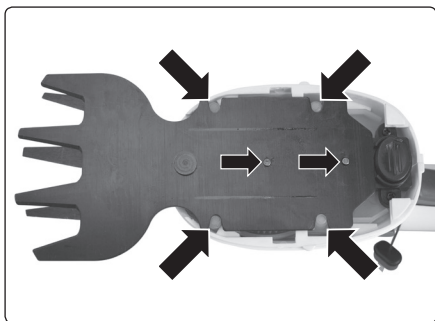

Abb. 4
1. **Stecken Sie den Schneidaufsatz zum Gras- oder Heckenschneiden so auf die Akku-Schere, dass die Kunststoff- und die Metallbolzen an den entsprechenden Stellen laut Abb. 4 gelagert sind.**